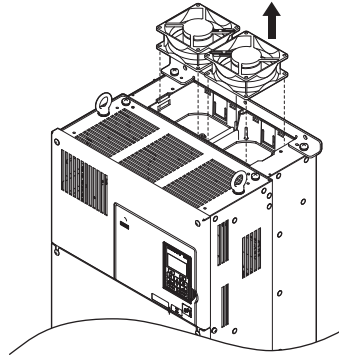

Figura 7.14 Extracción del ventilador de refrigeración: 4A0094, 4A0114
- Levante directamente del ventilador de enfriamiento, como se muestra en la **Figura 7.14**. Desconecte el conector del relé y libere el ventilador del variador.